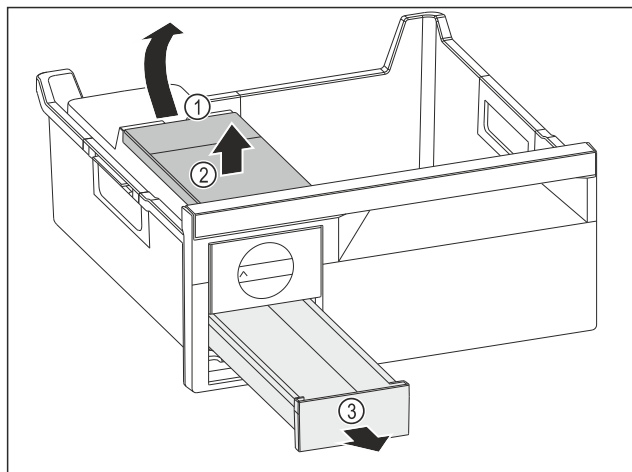

Fig. 153
- Estrarre il serbatoio dell'acqua: Sollevare il serbatoio dell'acqua nel vano Fig. 153 (1).
- Estrarre il serbatoio dell'acqua Fig. 153 (2) verso l'alto.
- Estrarre il cassetto del ghiaccio Fig. 153 (3) in avanti.